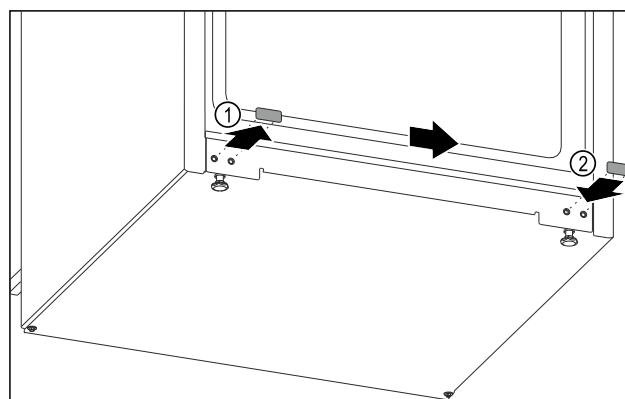

Fig. 12
- Извлеките заглушку. Fig. 12 (1)
- Установите заглушку на противоположной стороне. Fig. 12 (2)